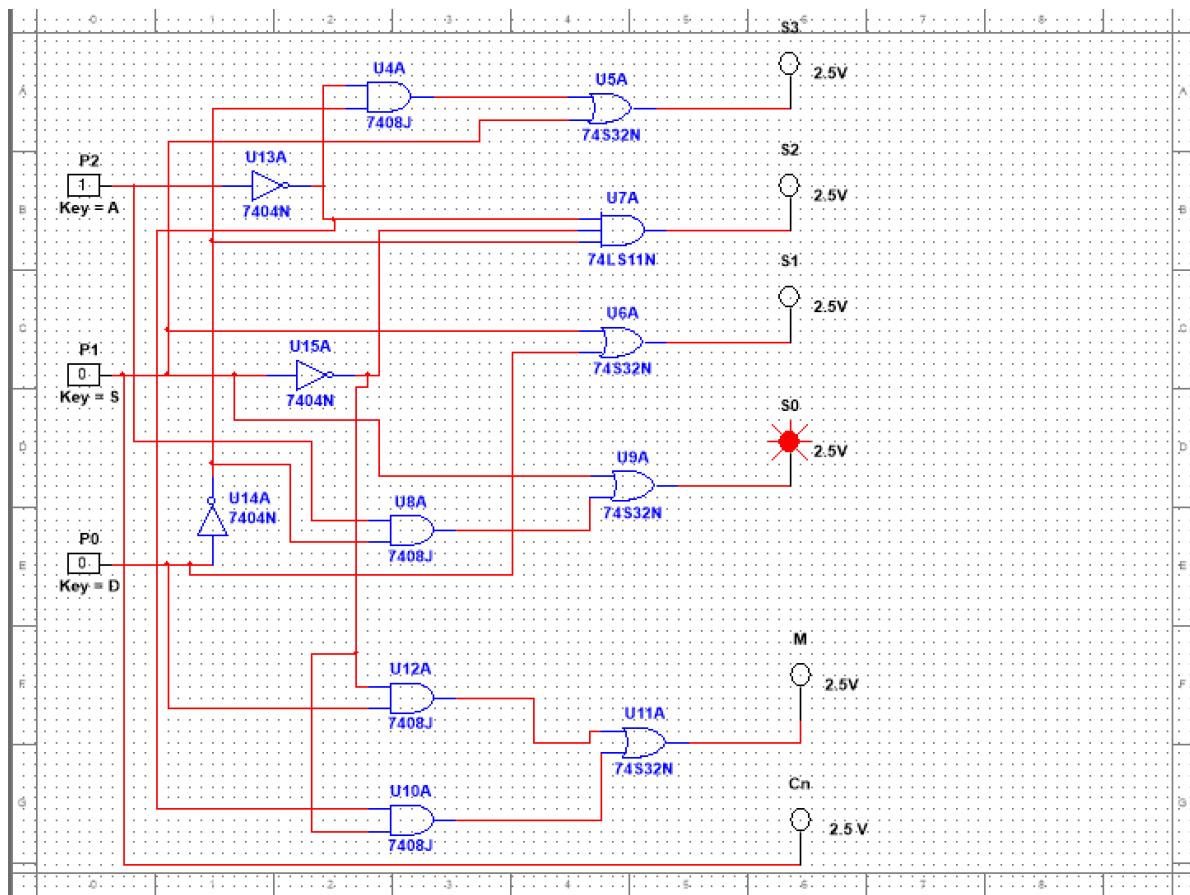
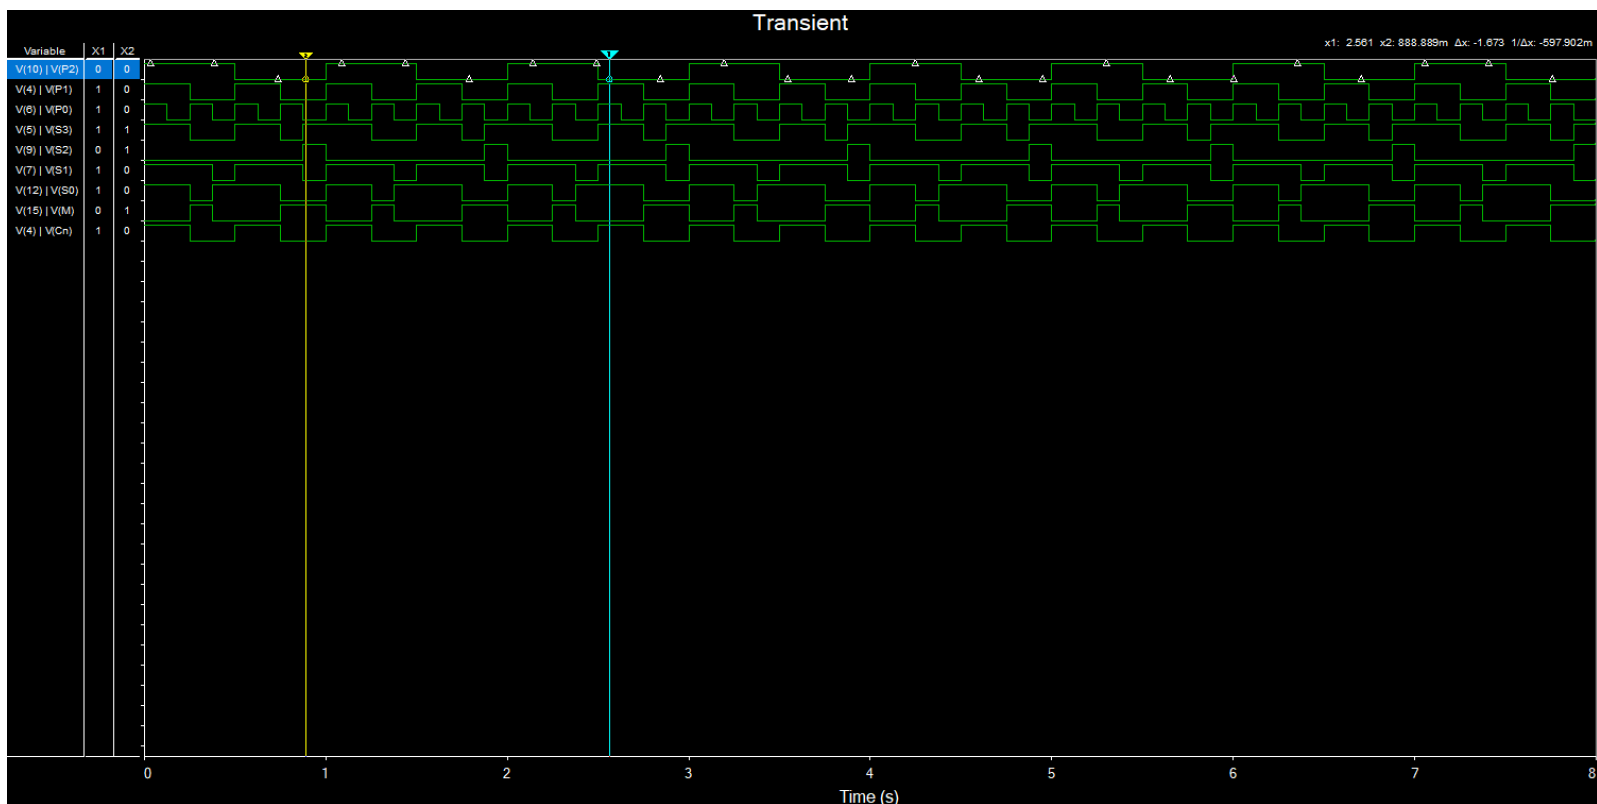

Figura 6. Prueba 4 del sistema de control
Figura 7. Cronograma del sistema de control
- **Prueba 4** (Figura 6):  $(P2, P1, P0) = (1, 0, 0) \rightarrow (S3, S2, S1, S0, M, Cn) = (0, 0, 0, 1, 0, 0)$
A continuación, y para presentar el cronograma correspondiente (Figura 7), se han implementado una serie de relojes (Figura 6), cuya programación toma los siguientes valores:
En el cronograma (Figura 7), podemos observar dos ejemplos (X1, X2), además del evolutivo, que nos confirman que los resultados de la simulación coinciden con los expuestos en la tabla de la verdad teórica (Figura 1).